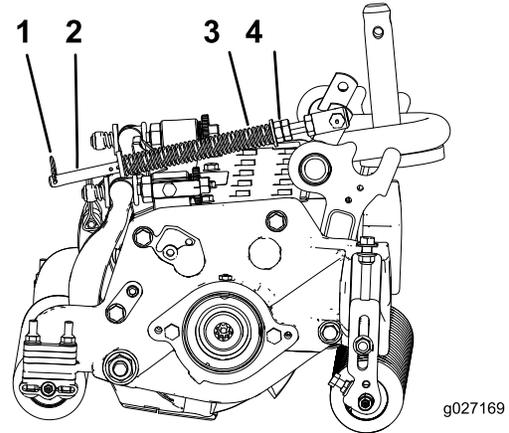

図 19
1. スプリングロッドの後穴にヘアピンコッターを忘れずに取り付けてください 図 19。
2. スプリングロッド前部の六角ナットを締めて、スプリング圧縮状態の長さが 15.9 cm になるようにする 図 19。